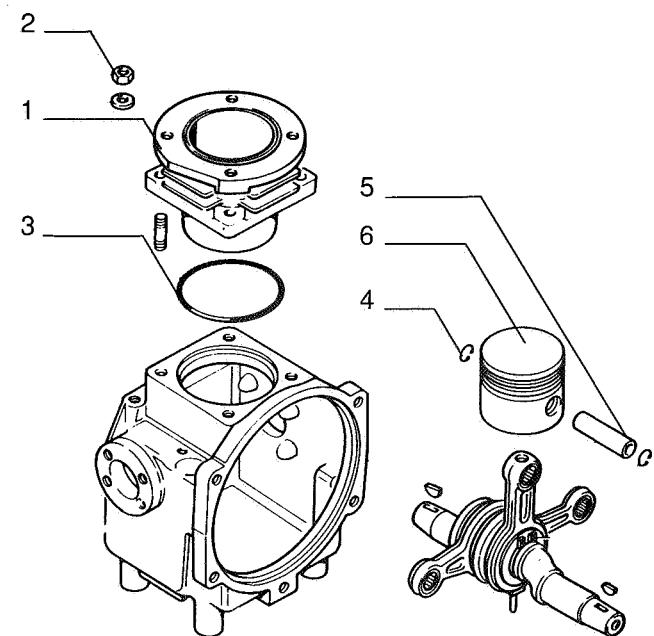

Abb. 10
- Always replace o-ring (3).
- Grease o-ring (3) slightly with vaseline; slide o-ring without twisting over the lower cylinder into the groove of the flange.
- When reinstalling the snap ring (4) ensure its correct position!
- Lubricate piston (6) sufficiently and check whether the piston ring gaps are in correct position (turned by 180°). For correct set of piston rings: (see page 47).
- Assemble piston (6) and cylinder (1) in reverse order of dismantling:
- Take the piston rings with the piston ring clamp (order No. 57493-645) and fit the cylinder. (see fig. 10).
- Tighten hex nuts (2) evenly and in crosswise order, observing the torque settings on page 8.
- O-Ring (3) generell erneuern, leicht mit Vaseline einfetten und auf Zylinderunterteil bündig zum Zylinderfuß verdrillfrei aufziehen.
- Beim Einbau des Sicherungsringes (4) auf dessen korrekten Sitz achten!
- Kolben (6) gut einölen, dabei auf Versetzung der Kolbenringstöße ( $180^\circ$ ) achten. (Kolbenringbestückung: Siehe Seite 47).
- Montage von Kolben (6) und Zylinder (1) in umgekehrter Reihenfolge wie bei Demontage.
- Die Kolbenringe mit Hilfe eines Kolbenringbandes Best.-Nr. 57493-645 fassen und Zylinder überschieben. (Siehe Abb. 10).
- Sechskantmuttern (2) gleichmäßig und in kreuzweiser Reihenfolge unter Beachtung der Anzugsdrehmomente anziehen. (Siehe Seite 9).